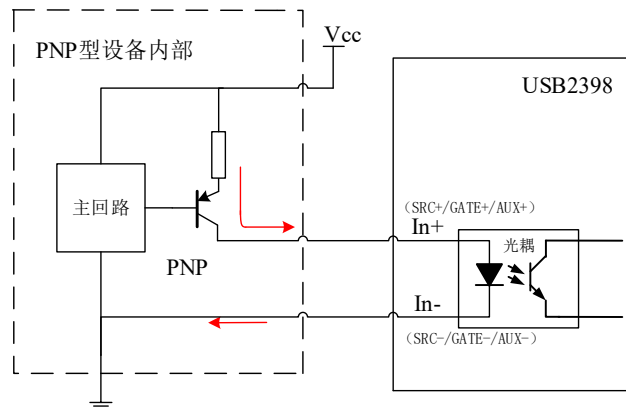

图 3-5-4 PNP 集电极开路输出
**PNP 集电极开路输出**（也称作源型输出，当逻辑 1 时输出电压为电源电压，如图 3-5-4 所示）